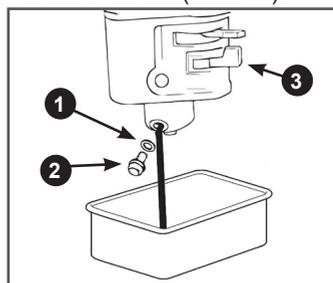

Рис. 36. Обслуживание карбюратора
1. Установите под карбюратор подходящую емкость (Рис. 36).
2. Установите рычаг топливного крана 3 в положение «ЗАКРЫТО» (Рис. 36).
3. Открутите болт 2 сливного отверстия и слейте топливо из поплавковой камеры карбюратора в приготовленную для этого ёмкость (Рис. 36).